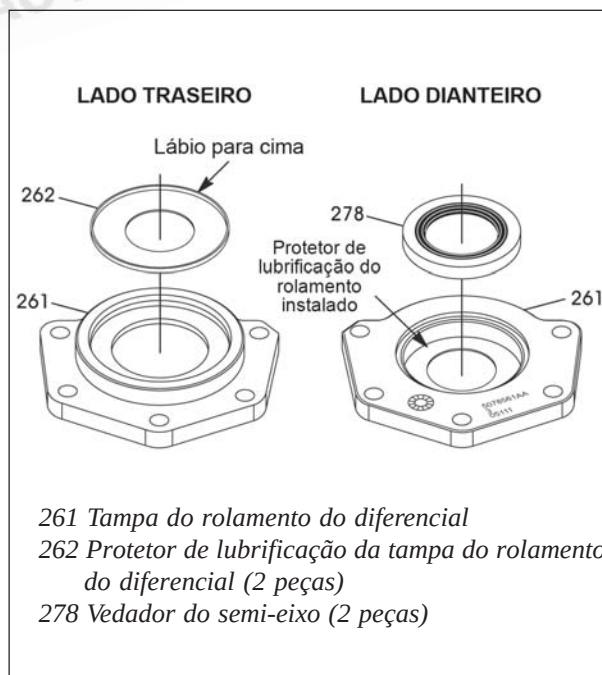

Figura 96
15. Instale um protetor de lubrificação do rolamento na tampa do rolamento com seu lábio voltado para cima, conforme mostra a figura 96.
16. Instale um novo vedador do semi-eixo na parte frontal da tampa do rolamento, conforme mostra a figura 96.